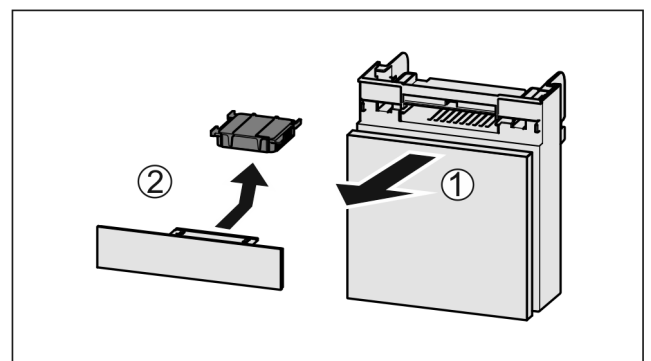

Fig. 147
- Træk rummet fremad Fig. 147 (1).
- Tag aktivkulfilteret Fig. 147 (2) ud.